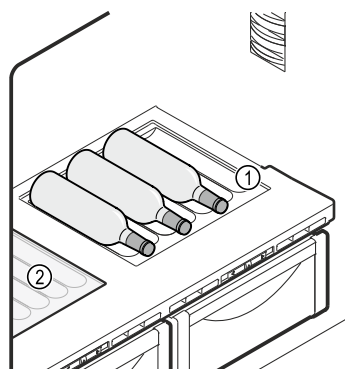

Fig. 128 例图
- ▶ 将玻璃隔板 Fig. 128 (2) 放入可调瓶架下方。